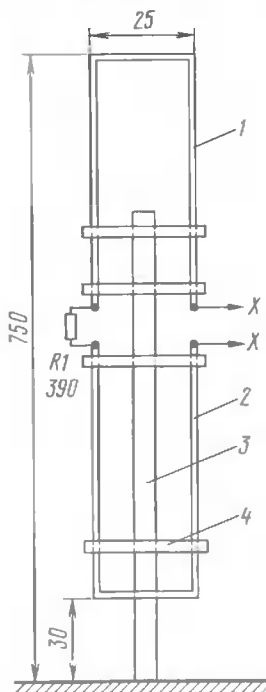

Рис. 4
При общей высоте около 7,5 м (см. рис. 4) эта антенна обеспечивает работу в полосе 14...30 МГц, т. е. на всех пяти высокочастотных КВ диапазонах. Излучатель (разрезной петлевой вибратор) выполнен из двух идентичных половинок (1 и 2). Они изготовлены из дюралюминиевых труб диаметром 25 мм с толщиной стенок 1 мм. Отдельные отрезки труб, образующие излучатель, соединены между собой дюралюминиевыми втулками (на рис. 4 не показаны). На свободно стоящей деревянной мачте (3) высотой 4,5 м излучатель закреплен с помощью поперечин: двух — для верхней половины излучателя и двух-трех — для нижней.
Нагрузочный резистор R1 должен иметь мощность рассеивания, составляющую примерно одну треть от выходной мощности передатчика. Приведенный на рис. 4 номинал этого резистора обеспечивает входное сопротивление антенны 300 Ом, поэтому для ее питания через коаксиальный кабель с волновым сопротивлением 75 Ом необходим широкополосный симметрирующий трансформатор с коэффициентом трансформации 1:4. Если использовать кабель с волновым сопротивлением 50 Ом, то коэффициент трансформации должен быть 1:6. При использовании резистора с сопротивлением 500 Ом входное сопротивление антенны будет около 450 Ом, поэтому для питания ее коаксиальным кабелем с волновым сопротивлением 50 Ом потребуются симметрирующий трансформатор с коэффициентом трансформации 1:9.